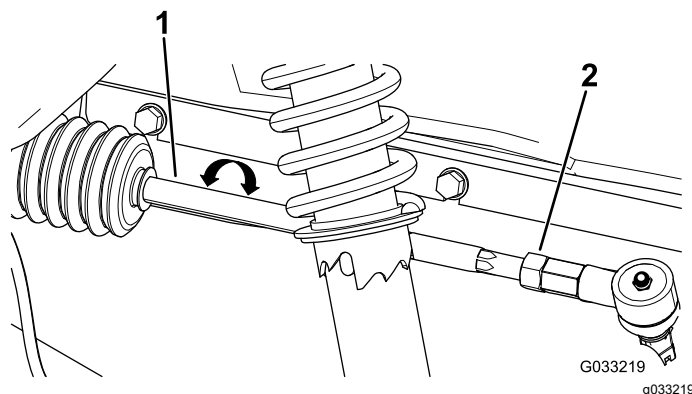

Figura 102
1. Allentate i controdadi all'estremità esterna dei tiranti (Figura 102).